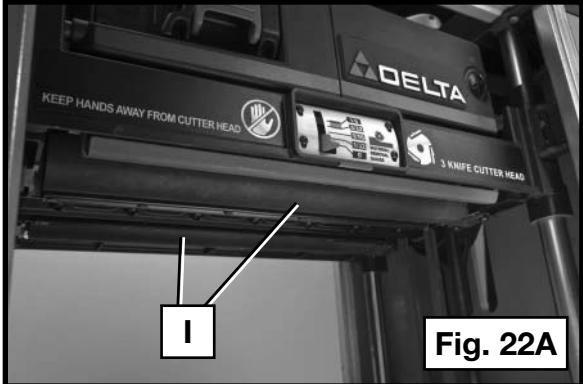

Fig. 22A
8. En este momento, límpie también los rodillos (I) Fig. 22A.